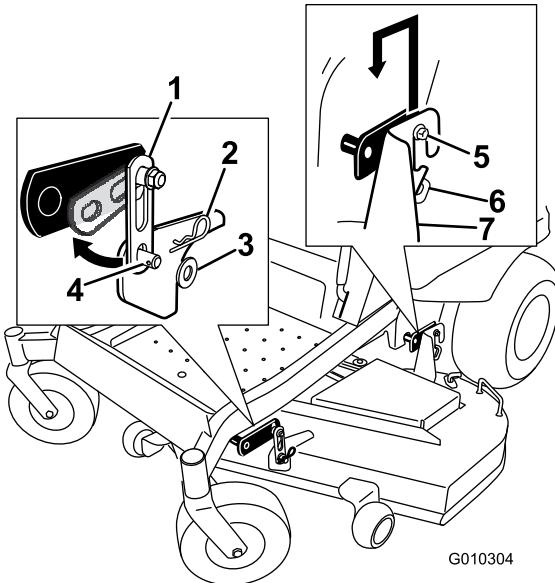

Figura 75
2. Retire los herrajes de las pletinas de suspensión delanteras en ambos lados de la carcasa (Figura 75).
3. Retire la carcasa con cuidado de los pernos de las pletinas de suspensión y baje la parte delantera de la carcasa al suelo (Figura 75).
5. Eleve la parte trasera de la carcasa del cortacésped y coloque los soportes de las pletinas de suspensión sobre sus pernos (Figura 75).
suéltelas con una arandela y un pasador de horquilla (Figura 75).